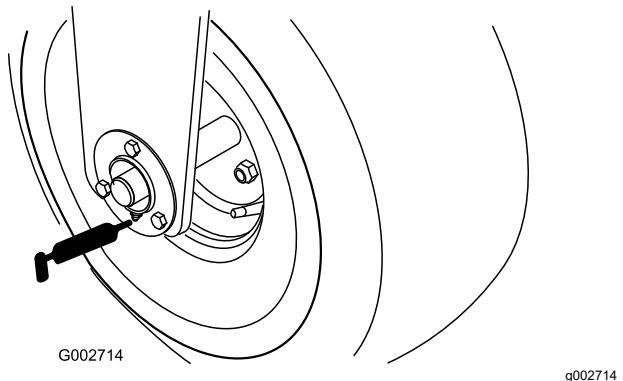

Figura 19
- 1 cojinete de la rueda delantera (Figura 19)